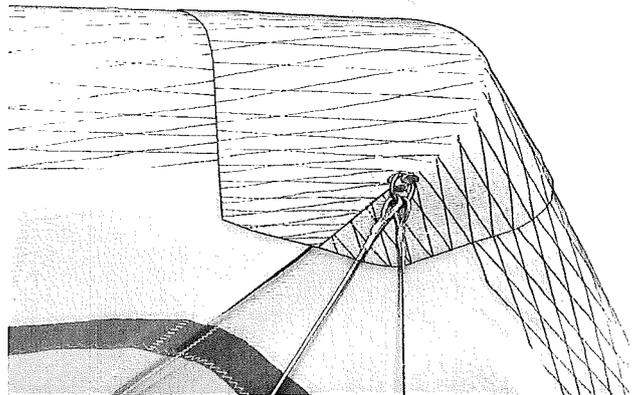

Abb.16
14. Setzen Sie die Nasenkappe auf, so dass sie flach am Ober- und Untersegel sitzt. (Abb.16).